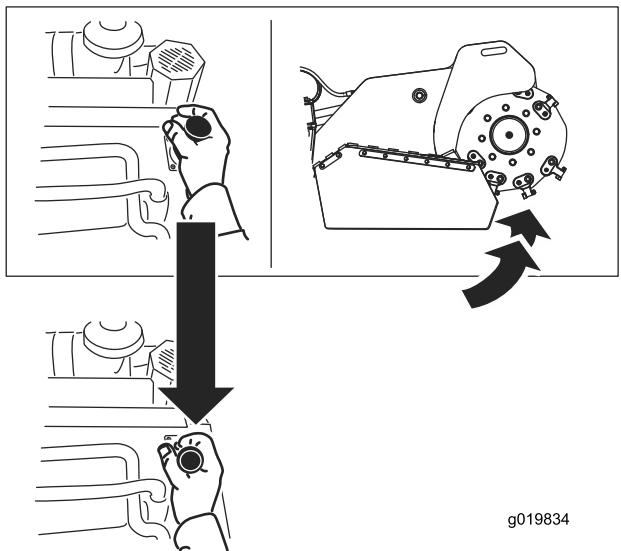

Bild 13
- Ziehen Sie den Hebel nach hinten, um die Fräse anzuheben (Bild 13).